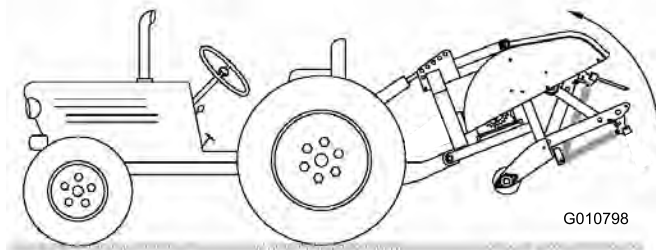

Figura 9
2. Sollevate completamente l'arieggiatore e ritraete del tutto il cilindro dell'attacco superiore a molla o dell'attacco superiore (Figura 9).